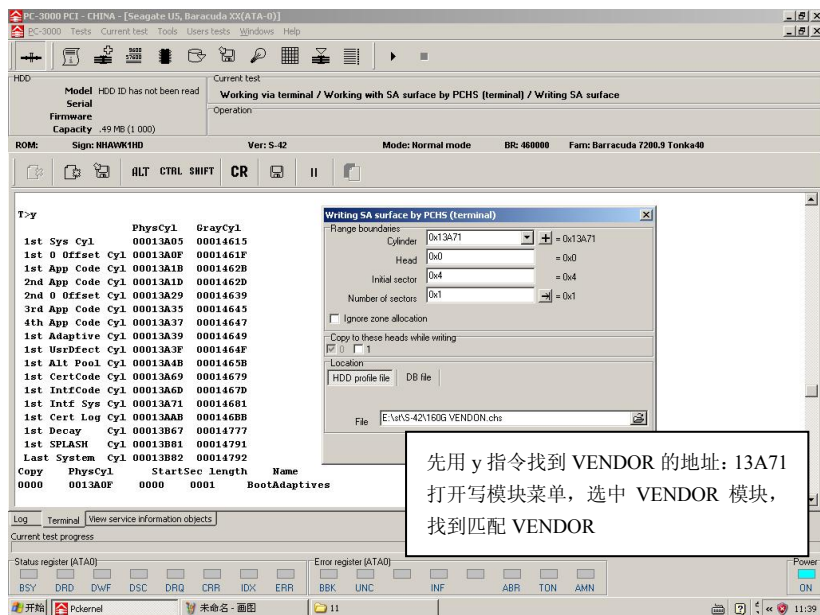

图 7-76 找到匹配 VENDOR
(4) 先用 y 指令找到 VENDOR 的地址：13A71，打开写模块菜单，选中 VENDOR 模块，找到匹配 VENDOR，如图 7-76 所示。